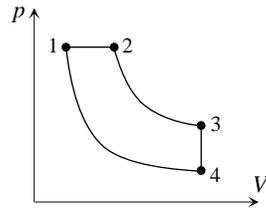

Fig. 1
7. Supponiamo ad esempio che un gas perfetto subisca il ciclo reversibile mostrato in fig. 1: prima una espansione isobara, poi un'espansione isoterma, poi un raffreddamento isocoro, infine una compressione isoterma. Il calore complessivamente scambiato in entrata è